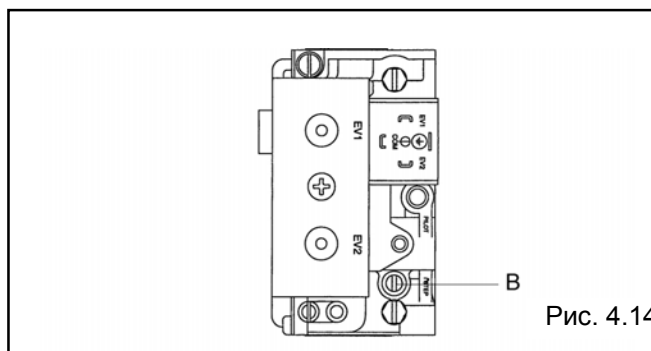

Рис. 4.14
- Вращая регулятор плавного розжига (B), установите требуемое давление для плавного розжига (рис. 4.14).